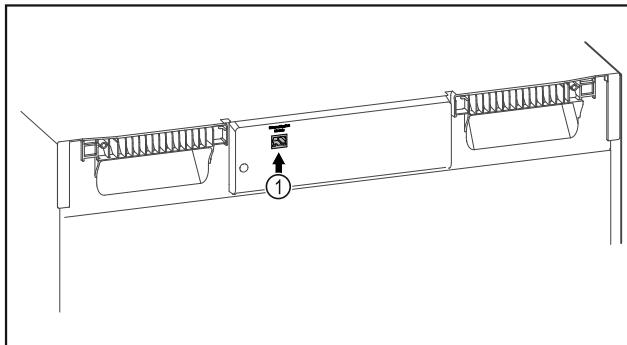

Fig. 105
SmartModule Fig. 105 (1) se rabi.